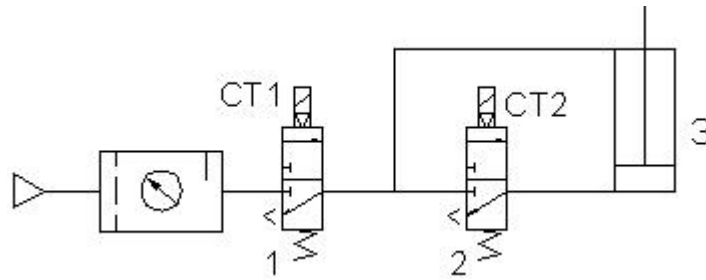
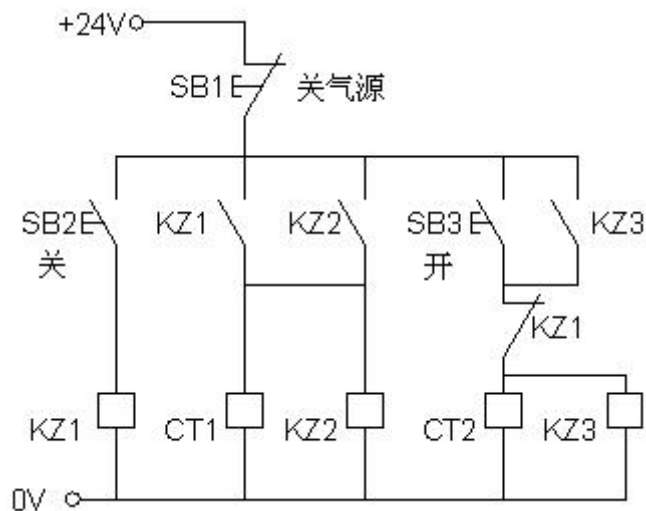

图 2-2-6 气动回路
图 2-2-7 电气控制线路图
某企业现要求机械制造工程技术人员、质量管理工程技术人员、机械设计工程技术人员通过气动系统模拟实现汽车自动开关门动作,气动回路图如图2-2-6所示,电气控制线路图如图2-2-7所示,电磁铁动作顺序见表3-3。
- 1) 搭建图2-2-6气动回路，连接图2-2-7所示电气控制线路；